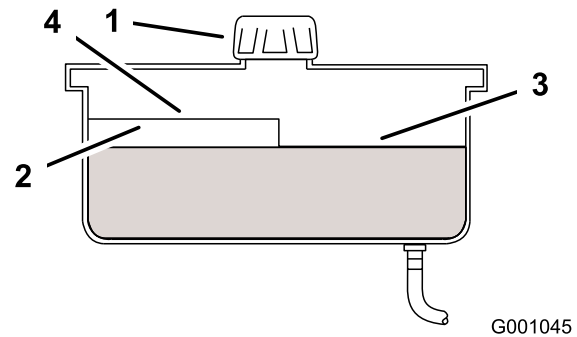

Figure 75
2. Nettoyez la surface autour du goulot de remplissage du réservoir hydraulique (Figure 75).
3. Enlevez le bouchon du goulot de remplissage et vérifiez si le réservoir contient du liquide (Figure 75).
Remarque: Lorsque l'huile est chaude, le niveau de liquide doit atteindre le haut du repère "à chaud" sur le déflecteur (Figure 75).